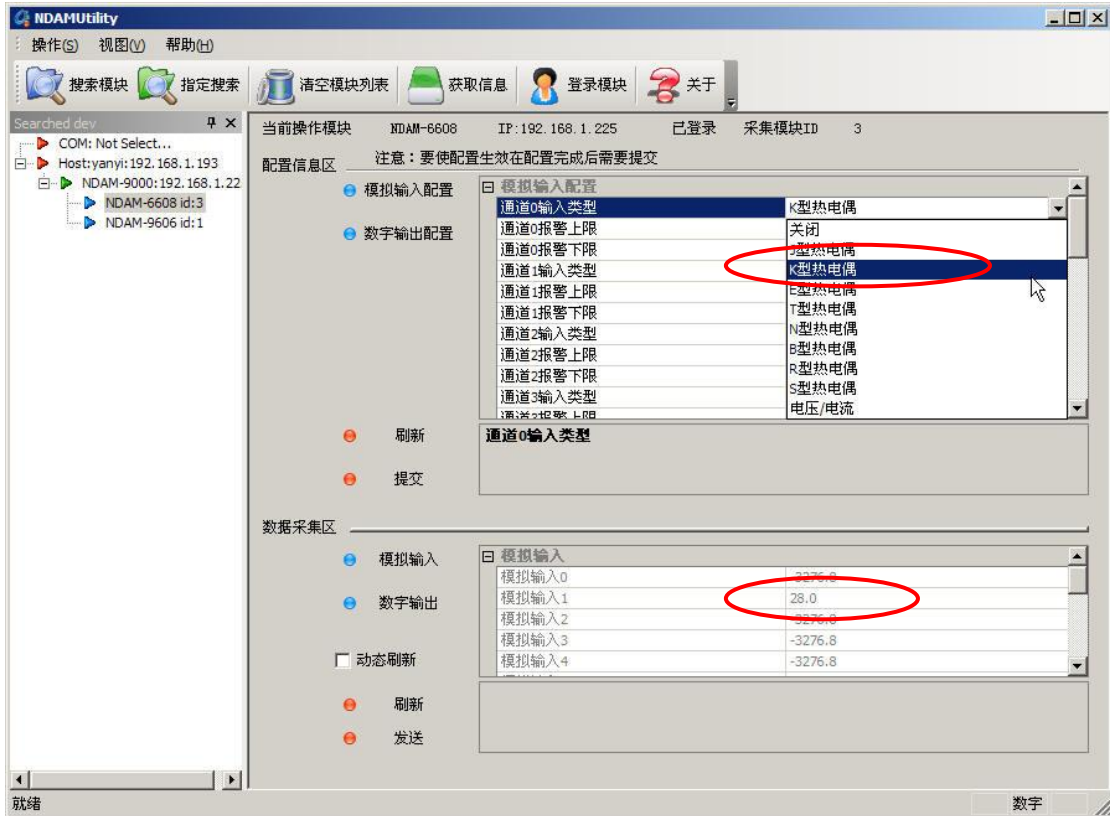

图 4.6 模拟量输入配置窗口操作
- 5) NDAM-6608 模块具有 6 路模拟量差分输入通道，都可独立配置通道热电偶类型或电压/电流输出方式以及温度/电压报警上、下限。配置界面如图 4.6 所示。根据实际连接热电偶的类型设置然后点击“提交”，默认为 K 型热电偶。